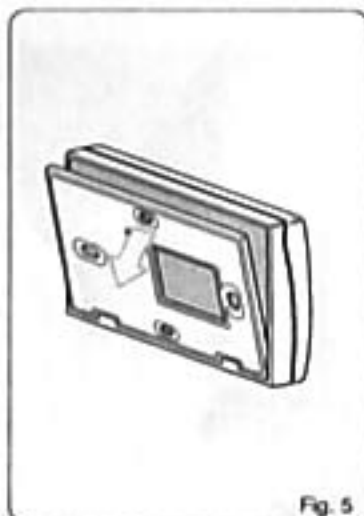
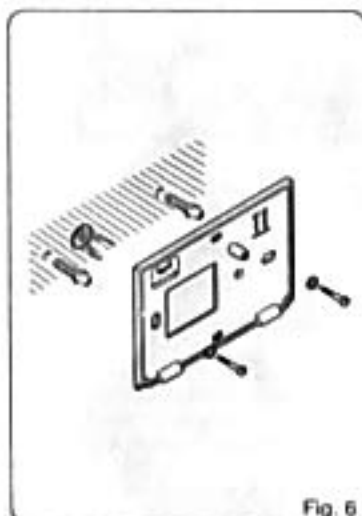
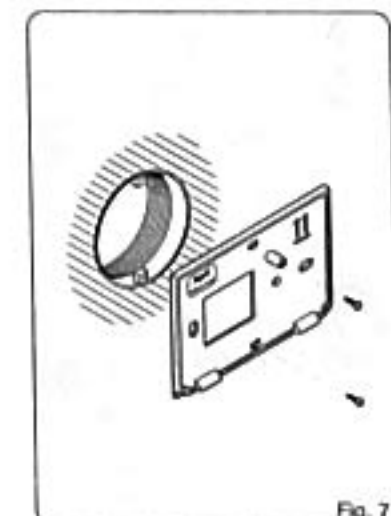
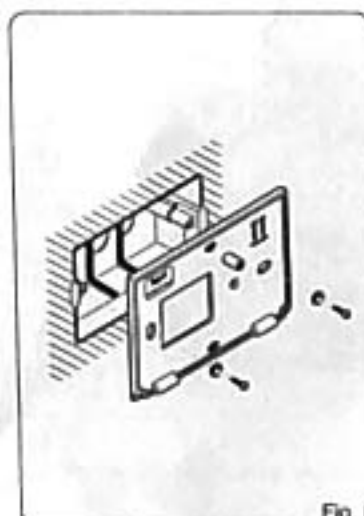

Fig. 5
Fig. 6
Fig. 7
Fig. 8
- Togliere il supporto mobile dell'apparecchio (fig. 5) e fissarlo direttamente alla parete (fig. 6), oppure su una scatola da incasso (fig. 7 o fig. 8) rispettando l'indicazione ALTO.